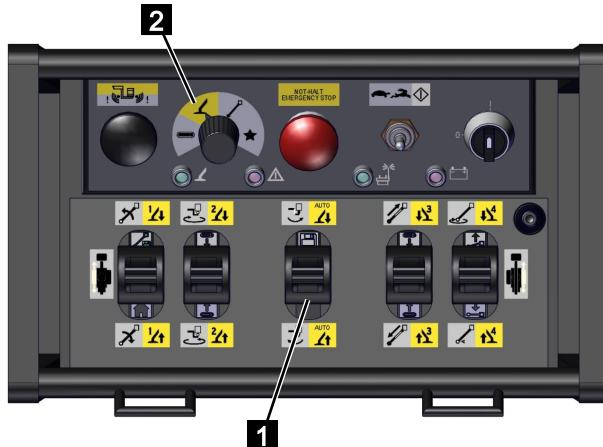

Abb. 149
3. Den Funktionswahlschalter auf [Stützenfunktion] (gelb) (Abb.149/2) stellen.
4. Mit den Steuerhebel (Abb.149/1) die Stützen gemäß nachfolgender Tabelle bedienen.